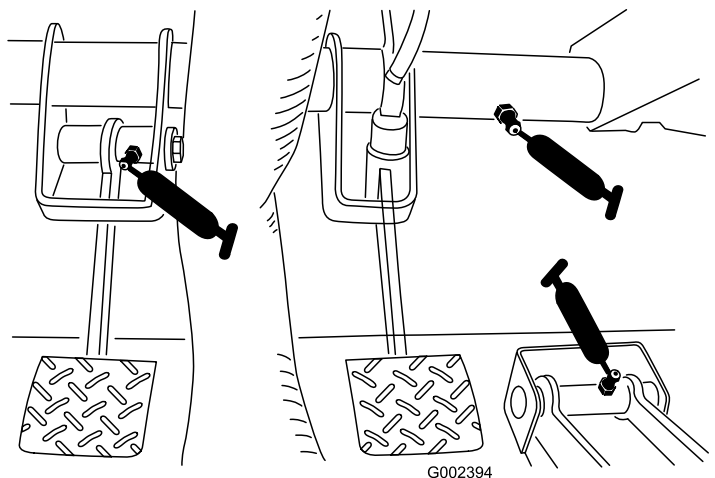

Figura 31
- Embraiagem (1); consulte Figura 31
- Acelerador (1); consulte Figura 31
- Travão (1); consulte Figura 31